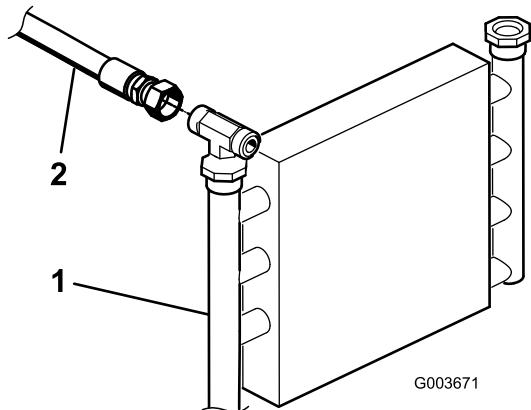
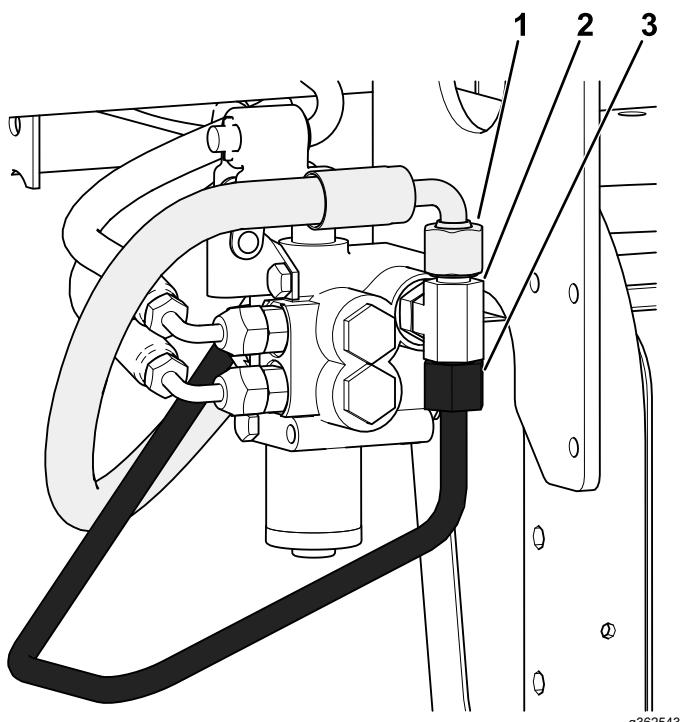

图 4
图 6
1. 找到从油冷却器到现有提升阀的液压管 **图 4**。
3. 从油冷却器和提升阀上断开并拆下液压管 **图 4** 和 **图 6**。
- C. 如 图 6 所示从 T 形接头 (340-94) 上断开液压管 (144-1367)。